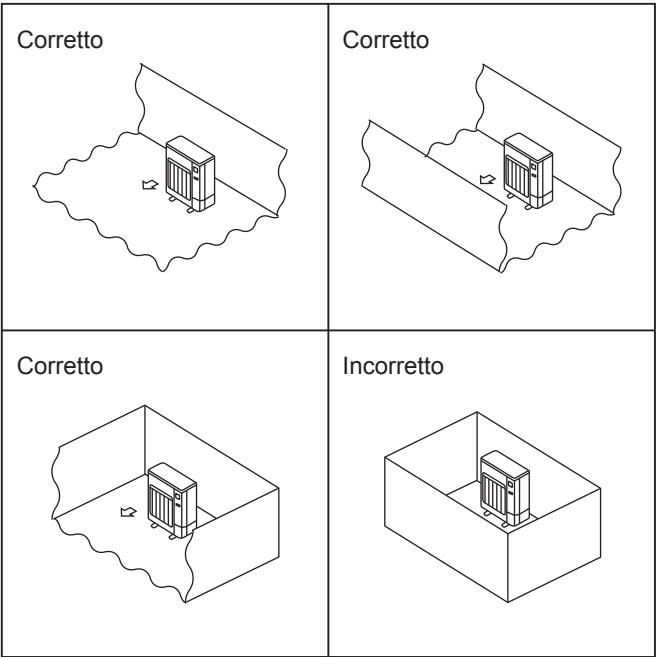

Fig. 2-2
- Ⓢ Installare unità esterne in un luogo in cui sia aperto almeno un lato su quattro e in uno spazio di grandezza sufficiente e privo di depressioni. (Fig. 2-2)